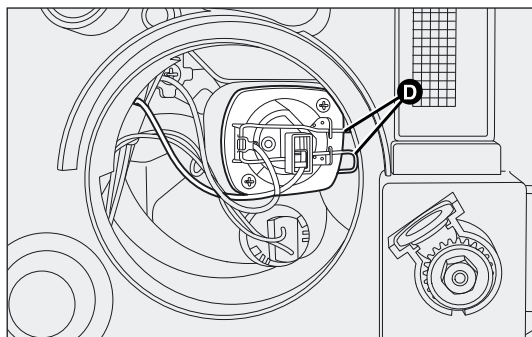

fig. 154
- ☐ haak de borgveren van de lamp D-fig. 154 los;